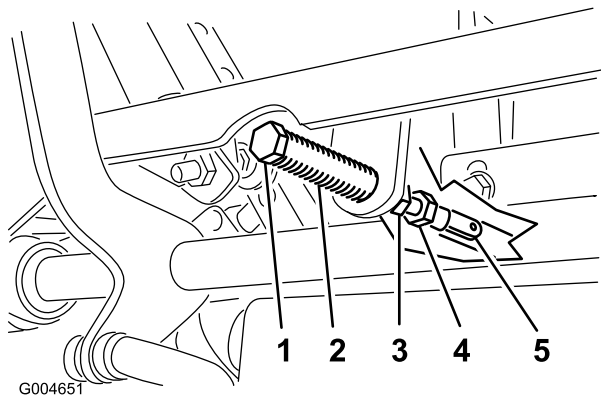

Figura 54
5. Tire hacia atrás de la palanca hasta que el pasador (en el brazo situado encima del eje pivotante) entre en contacto con el extremo de la ranura (empezando justo a tensar el muelle) como se muestra en Figura 54.
7. Si es necesario un ajuste, afloje la tuerca y la contratuerca contra la horquilla (Figura 54).
8. Aplique una ligera presión hacia atrás en la palanca de control de movimiento, y gire la cabeza del perno de ajuste en el sentido apropiado hasta que la palanca de control esté centrada en posición de BLOQUEO/PUNTO MUERTO (Figura 54).
9. Apriete la tuerca y la contratuerca (Figura 54).
10. Apriete las contratuercas de las rótulas (Figura 54).